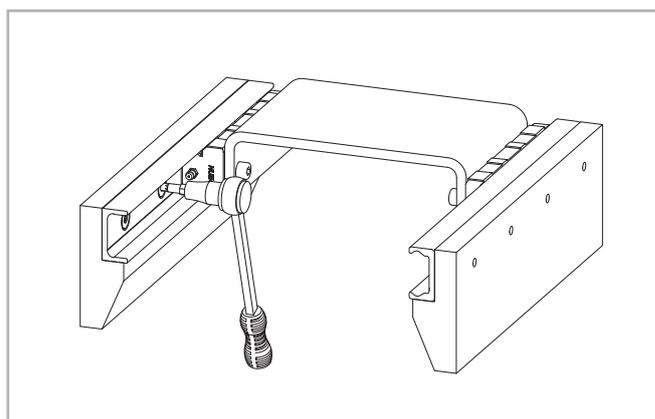

Fig. 111
(2) Montare la guida a piste piane e avvitare solo leggermente le viti di fissaggio.
(3) Inserire il cursore nella guida e montare l'elemento mobile senza serrare completamente le viti
(4) Portare l'elemento al centro della guida e avvitarlo alla corretta coppia di serraggio (vedere pag. CR-59, tab. 42).
(5) Serrare le viti di fissaggio centrali della guida con la coppia di serraggio prescritta (vedere fig. 111).
(6) Spostare l'elemento mobile ad un'estremità della guida e, iniziando da qui, serrare le rimanenti viti procedendo verso l'altra estremità.